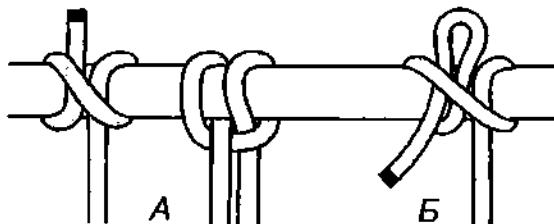

Рис. 606. А – *выбленочный узел*; Б – *быстроразвязывающийся выбленочный узел*.
*Выбленочный узел*, как и *коровий*, состоит из двух шлагов и по крепости примерно равняется последнему (рис. 606 А). У них и свойства очень похожи – узлы крепкие и безопасные, если тяга приложена к двум концам, если же к одному, то узлы могут быть ненадёжными и крайне опасными, они ползут и развязываются. В основном *выбленочный узел* вяжется как вспомогательный узел для временного крепления верёвки.
На парусных судах с помощью **выбленочного узла** на вантах крепились выбленки – ступеньки для подъёма на мачту. От этих выбленок он и получил своё название. **Быстроразвязывающимся выбленочным узлом** моряки привязывали линь лёгости к швартову (рис. 606 Б). **Выбленочным узлом** крепили к якорю буйреп, который соединялся с томбуем – поплавком, показывающим местонахождение якоря на дне. Такой узел назывался **буйрепным**. Ходовой конец с кнопкой на конце крепился к веретену якоря бензелем (рис. 610).